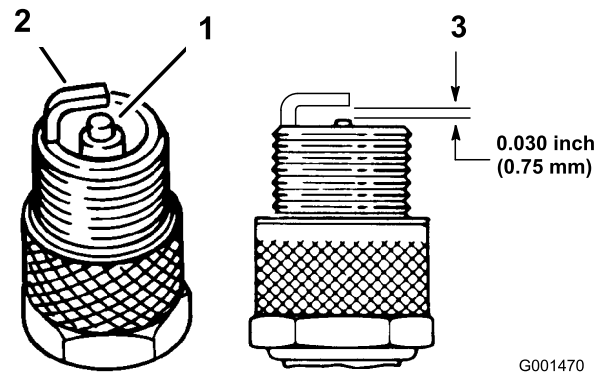

Figure 40
1. Examinez le centre des bougies (Figure 40). Si le bec de l'isolateur est recouvert d'un léger dépôt gris ou brun, le moteur fonctionne correctement. S'il est couvert d'un dépôt noir, c'est généralement signe que le filtre à air est encrassé.
2. Contrôlez l'écartement entre l'électrode centrale et l'électrode latérale (Figure 40). Courbez l'électrode latérale (Figure 40) si l'écartement est incorrect.